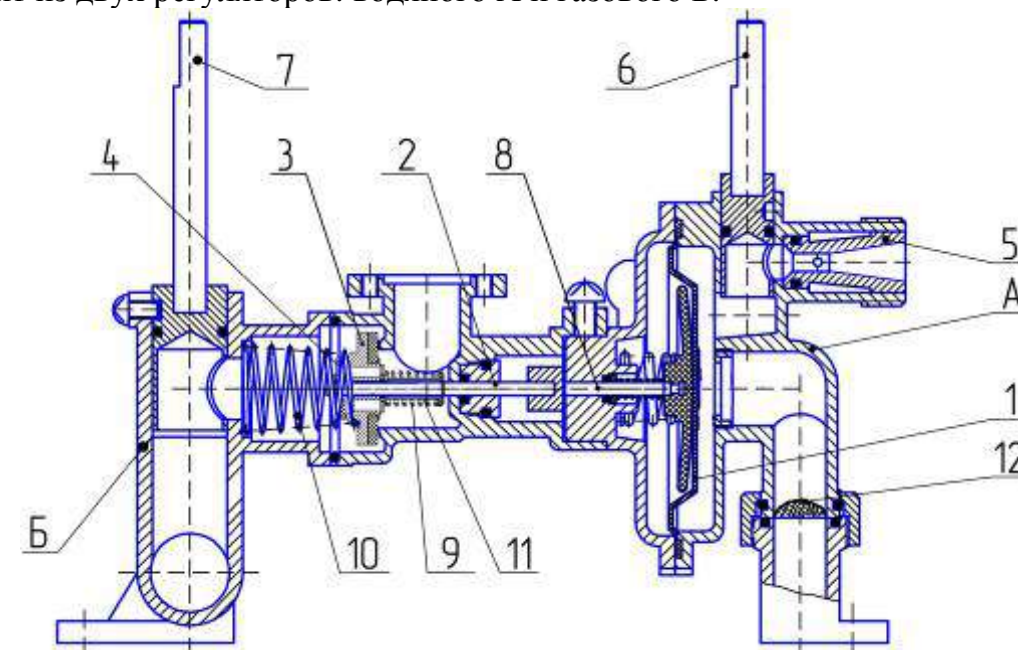

Рисунок 2 Блок водогазовый
2.4.3. Подключение электронного блока 10 к батарейному отсеку 12 осуществляется при помощи микровыключателя 11, срабатывающего при проток воды через водогазовый блок (см. рис. 2)
Водогазовый блок (рис.2), предназначен для включения аппарата и обеспечения регулирования температуры воды и регулирования расхода газа. Блок состоит из двух регуляторов: водяного А и газового Б.